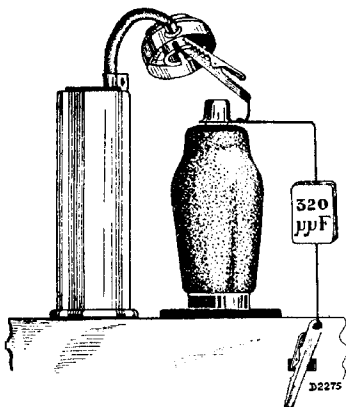

Fig. 4
9. Verstemmingscondensator wegnemen (en 2e kring verstemen met cond. 320  $\mu\mu\text{F}$  tusschen rooster L2 en chassis (zie fig. 4).